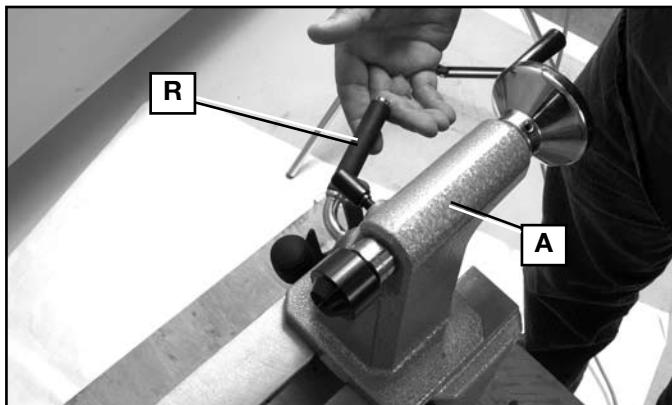
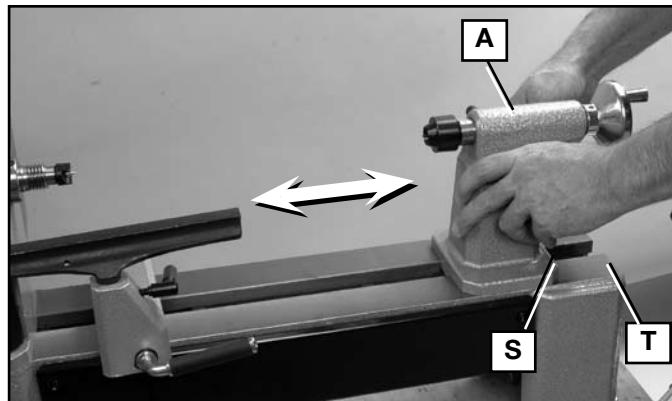

Fig. 10
Fig. 11
Para ajustar la posición del cabezal móvil (A), afloje la palanca de bloqueo (R) del cabezal móvil levantándola para trabarla en su lugar. Deslice el cabezal móvil (A) por la bancada Fig. 11 hasta la posición deseada. Ajuste la palanca de bloqueo (R) Fig. 10 del cabezal móvil presionando hacia abajo.
**ADVERTENCIA:** Para reducir el riesgo de lesiones, para evitar lesiones, no coloque el borde del cabezal móvil (S) Fig. 11 de modo que sobrepase el borde de la bancada del torno (T).
Para quitar el cabezal móvil (A) Fig. 10, destrabe la palanca de bloqueo (R) del cabezal móvil y deslícelo hasta quitarlo del extremo de la bancada del torno.